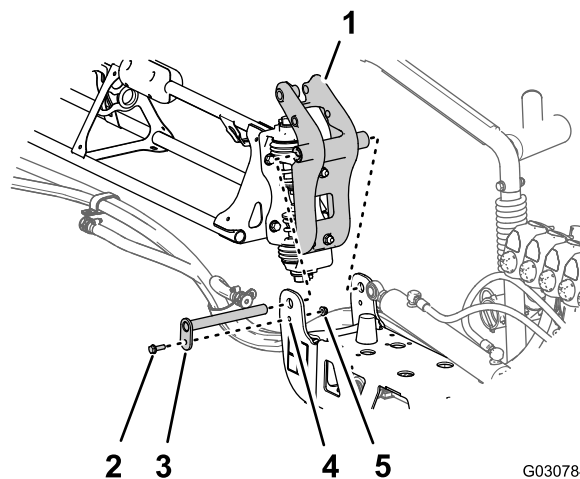

Bild 122
3. Fluchten Sie die Büchsen im Drehzapfen-Anschlussstück mit den Löchern in den Flanschen der Schwenkhalterung am Ende des mittleren Sprühabschnitts aus (Bild 122).